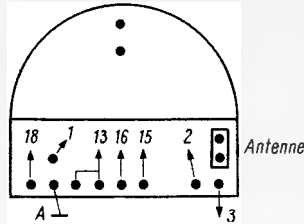

Bild 6. Anschlußbild für Diskus-Kanalwähler
- 7651-014 Bild 6
- 017 Bild 6
- 019 Bild 6